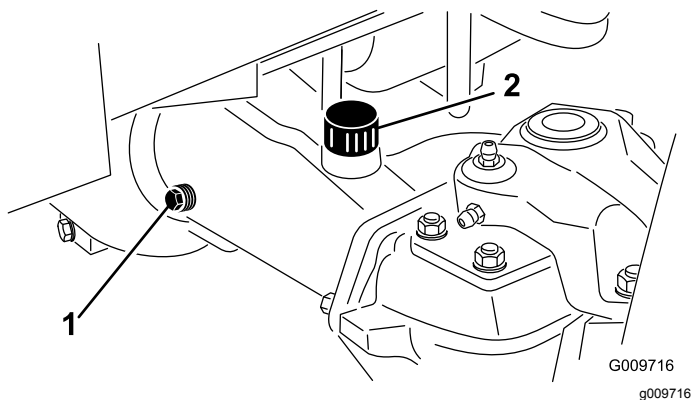

Рисунок 84
2. Снимите контрольную пробку с одного конца моста и убедитесь, что масло доходит до низа отверстия (Рисунок 84).